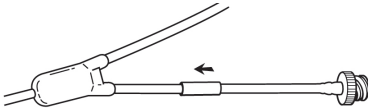

Fig. 15
6. Schieben Sie die Manschette über die Verbindung (Fig. 15).